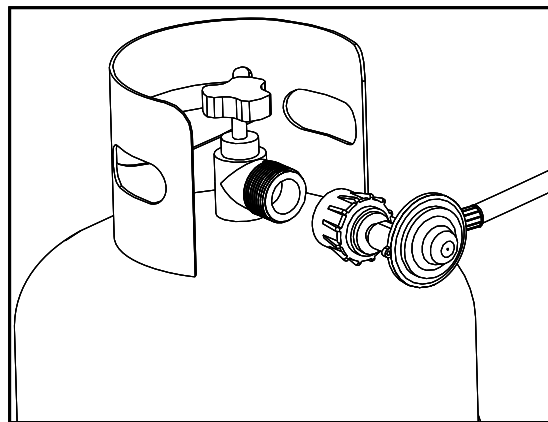

FIG. 1
4. För in gasolflaskans ventil i regulatorventilens trådöppning. Vrid flaskan medurs tills den sitter fast. Dra endast åt för hand **Fig 1**.